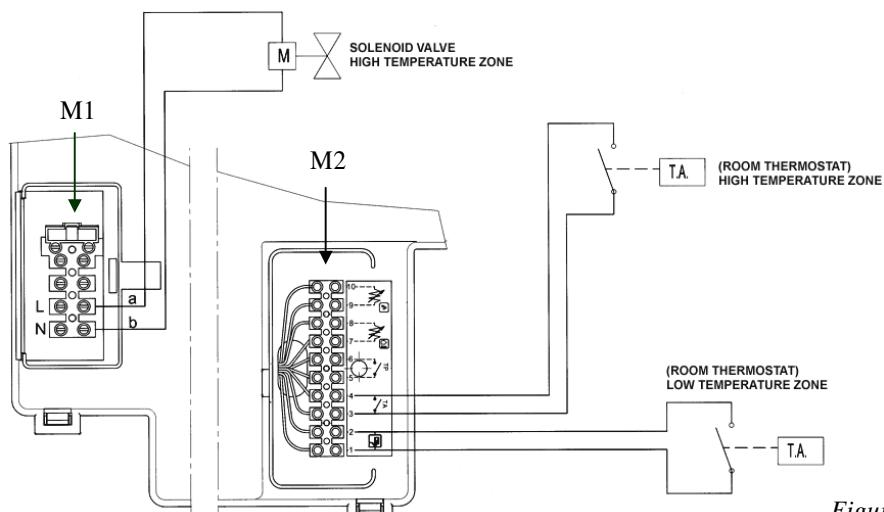

Figure 3
- Zonski ventil ili pumpa mora biti napajan sa kontakta a-b terminal M1 figure 3.
- Sobni termostat se priključuje na kontakt 3-4 "TA" terminal M2 figure 3. most između kontakata 3-4 mora biti otklonjen.
- Sobni termostat se priključuje na kontakt 1-2 "TA" terminal M2 figure 3. Izabranje maksimuma temperature grejanja mora biti namešten na parametru 507.
- Zonski ventil ili pumpa mora biti napajan sa kontakta a-b terminal M1 figure 3. Sobni termostat se priključuje na kontakt 3-4 "TA" terminal M2 figure 3. most između kontakata 3-4 mora biti otklonjen.
- Sobni termostat mora biti priključen na priključak 1-2 of terminal M2 in figure 3.